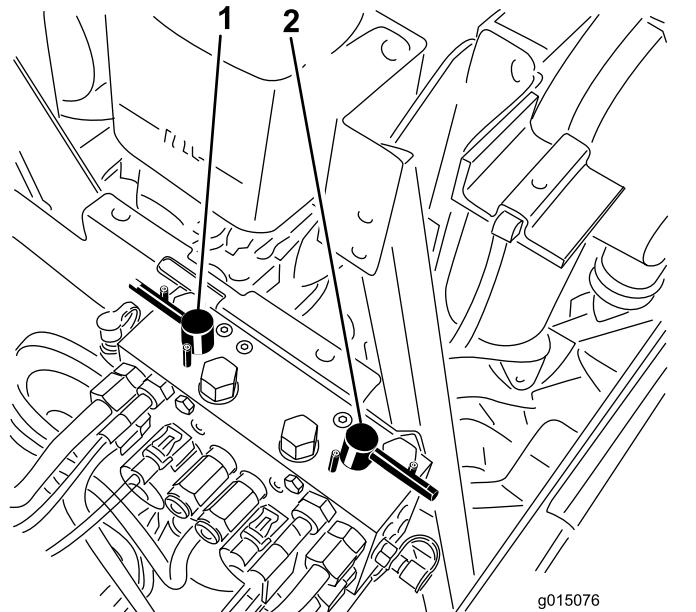

图 80
- 选择前、后或同时两个倒磨控制杆确定哪个装置需要倒磨 (图 80)。